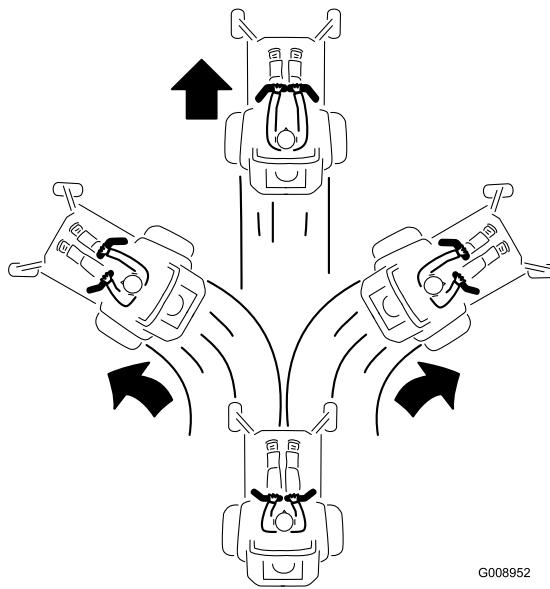

Figura 24
2. Para ir hacia adelante, empuje lentamente las palancas de control de movimiento hacia adelante (Figura 24).